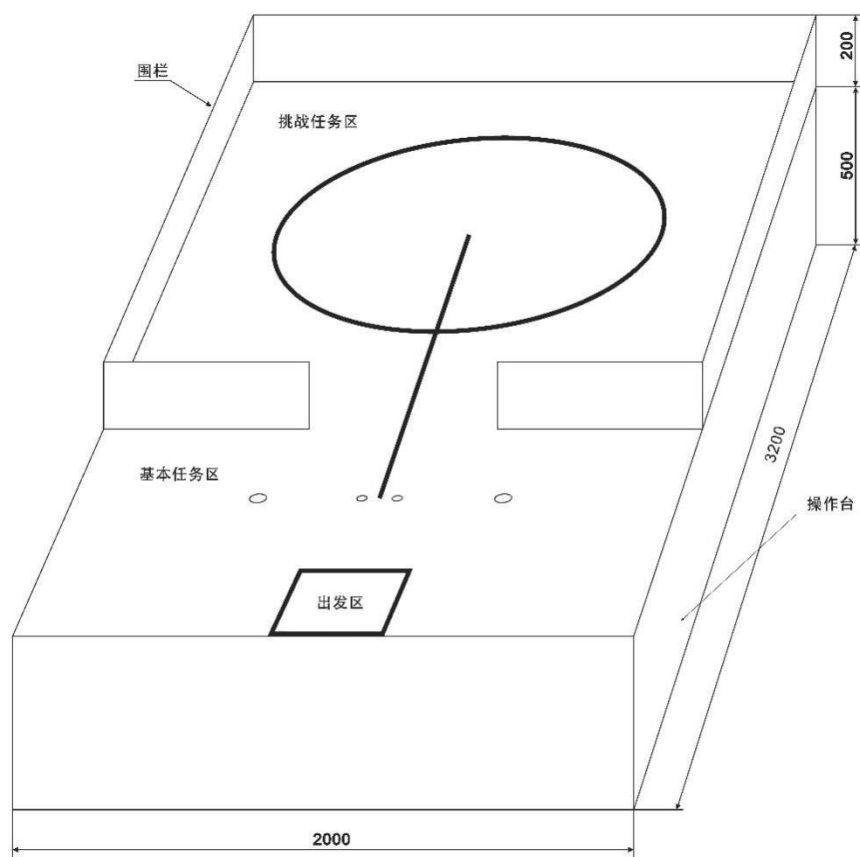

图 2 场地侧视示意图
1.2 场地被布置在一个高约 500mm 的操作台上，挑战任务区围栏的高度约为 200mm，如图 2 所示。亦可将地图直接置于平整的地面作为展示场地。
待分拣物品为若干个圆球,直径约 40mm,重量在 4g 至 10g 之间,颜色为红色(参考色值 C0 M100 Y100 K0)和绿色(参考色值 C100 M0 Y100 K0),材质为 EVA。待分拣物品被摆放在任务区(如图 2 所示),具体位置以现场公布为准。
3.2 基本任务区内放置物品收纳桶,其位置如图 2 所示,外观颜色为蓝色(参考色值 C100 M60 Y0 K0)。